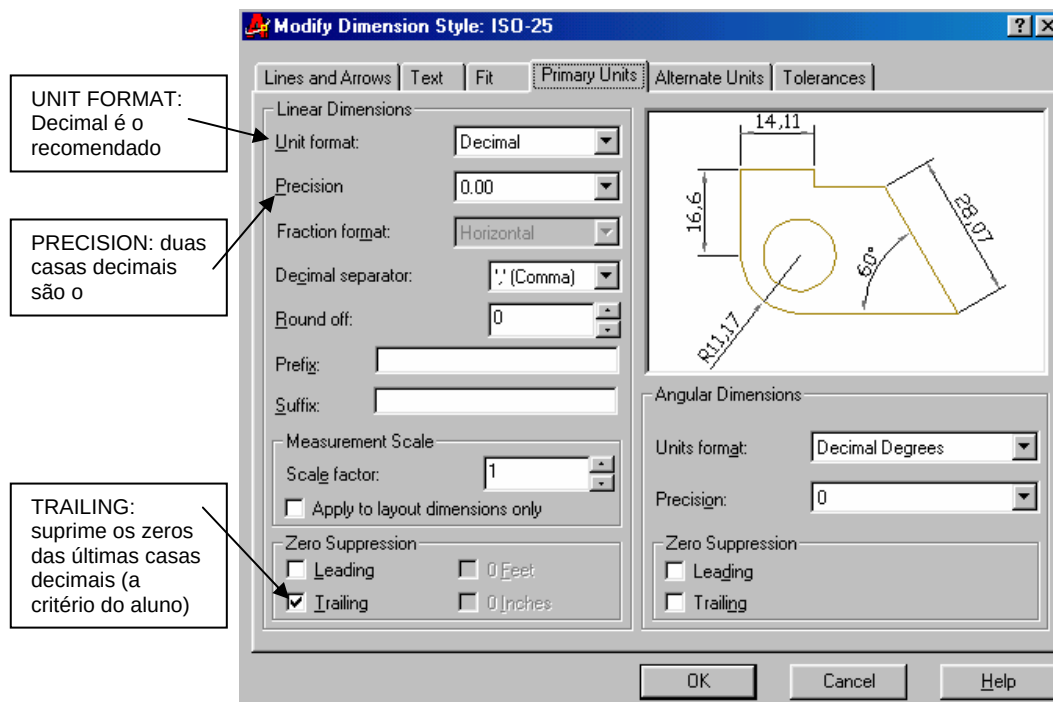

Figura 6.9 – Janela Modify Dimension Style: ISO – 25 (pasta PRIMARY UNITS)
6. Com o auxílio do mouse vá para a pasta PRIMARY UNITS da janela MODIFY DIMENSION STYLE (figura 6.9).